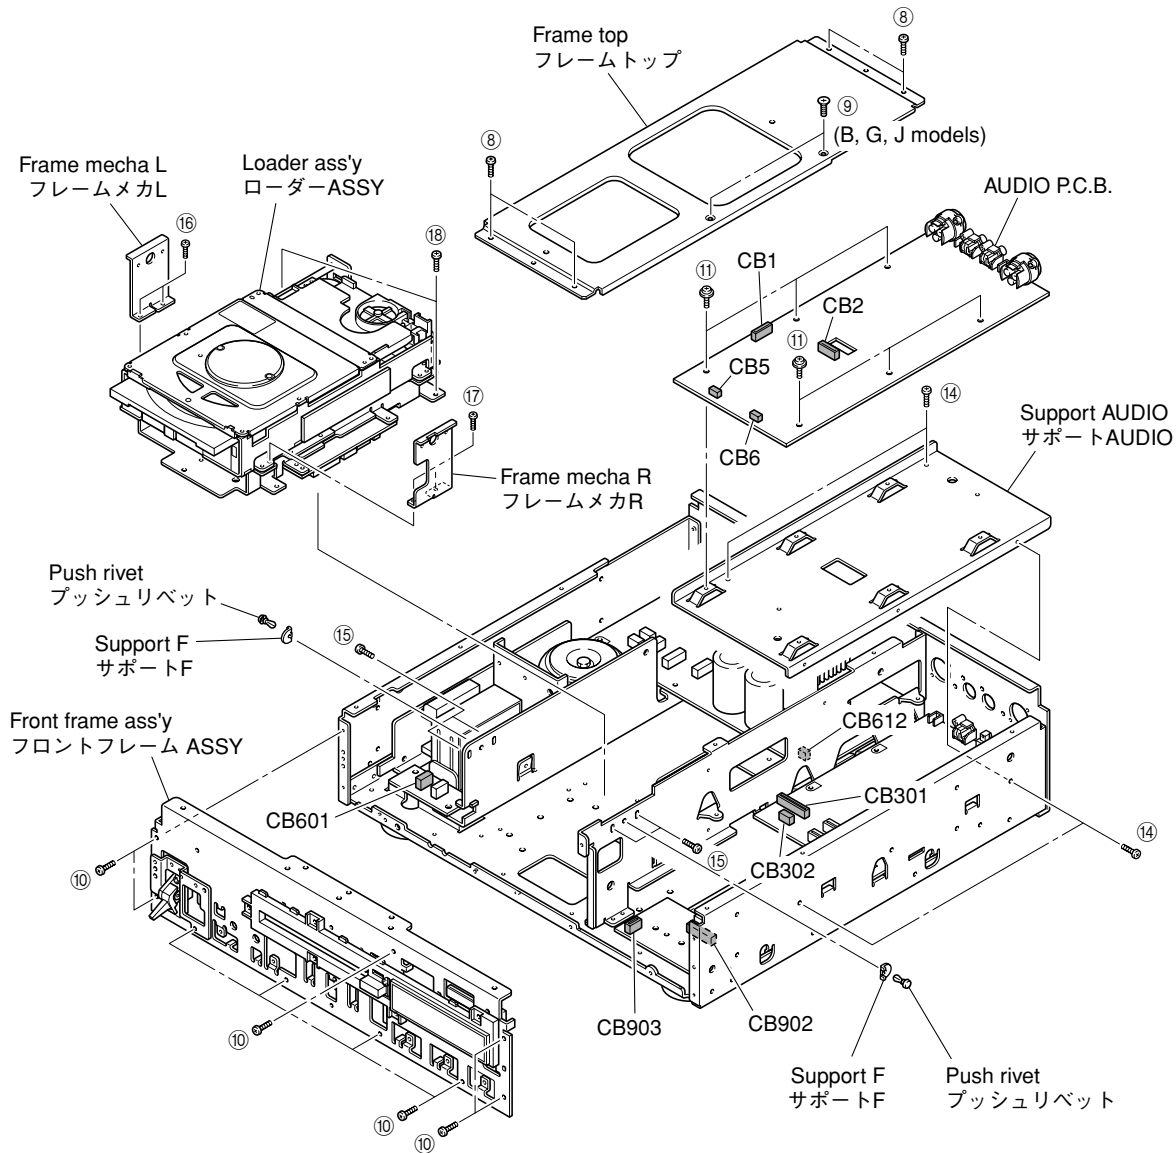

Fig. 4
- a. Remove 4 screws (⑧), 2 screws (⑨) (B, G models) and then remove the frame top. (Fig. 4)
- b. Remove 9 screws (⑩). (Fig. 4)
- c. Remove CB601 and CB902. (Fig. 4)
- d. Remove the front frame ass'y. (Fig. 4)
- a. Remove 6 screws (⑪). (Fig. 4)
- c. Remove CB1-2 and CB5-6. (Fig. 4)
- d. Lift the front of AUDIO P.C.B. and then remove it. (Fig. 4)
- a. ⑧のネジ4本、⑨のネジ2本を外し、フレームトップを取り外します。(Fig. 4)
- b. ⑩のネジ9本を外します。(Fig. 4)
- c. CB601、CB902を外します。(Fig. 4)
- d. フロントフレームASSYを取り外します。(Fig. 4)
- a. ⑪のネジ6本を外します。(Fig. 4)
- c. CB1-2、CB5-6を外します。(Fig. 4)
- d. AUDIO P.C.B.の前方を持ち上げ、取り外します。(Fig. 4)
- Remove 4 screws (14) and then remove the support audio. (Fig. 4)
- Remove CB301-302, CB612 and CB903. (Fig. 4)
- Remove 4 screws (15). (Fig. 4)
- Remove push rivet and then remove the support F. (Fig. 4)
- Remove 2 screws (16) and then the frame mecha L. (Fig. 4)
- Remove 2 screws (17) and then remove the frame mecha R. (Fig. 4)
- Remove 2 screws (18) and then remove the loader ass'y. (Fig. 4)
- 14のネジ4本を外し、サポートAUDIOを取り外します。(Fig. 4)
- CB301-302、CB612、CB903を外します。(Fig. 4)
- 15のネジ4本を外します。(Fig. 4)
- ブッシュリベットを外し、サポートFを取り外します。(Fig. 4)
- 16のネジ2本を外し、フレームメカLを取り外します。(Fig. 4)
- 17のネジ2本を外し、フレームメカRを取り外します。(Fig. 4)
- 18のネジ2本を外し、ローダーASSYを取り外します。(Fig. 4)